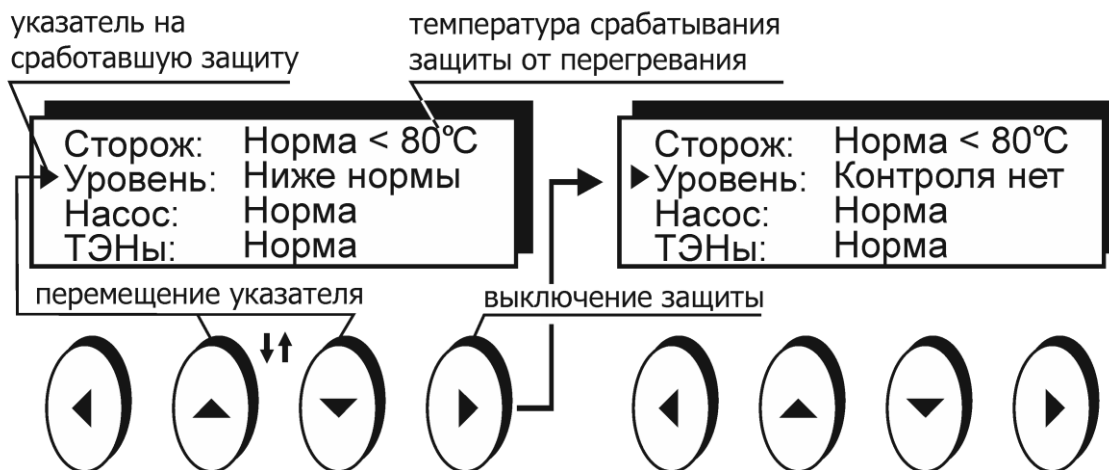

Рисунок 7 — Пример срабатывания защиты
- выйти из режима управления защитами, нажатием кнопки 17 (X);
- вращением регулятора 19 установить желаемую температуру срабатывания защиты, контролируя ее значение на дисплее (рисунок 7);
- выйти из режима управления защитами, нажатием кнопки 17 (X).